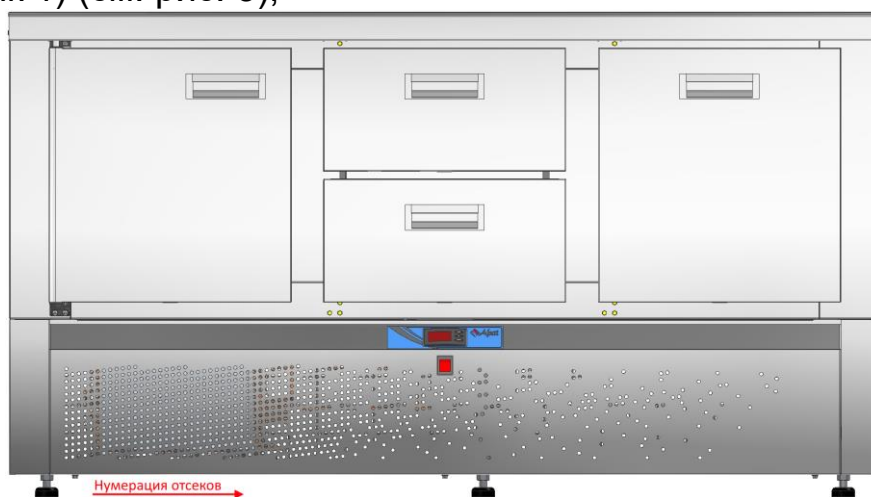

Рис. 3 CXC-60H-02, CXC-70H-02
- стол холодильный среднетемпературный с нижним расположением агрегата CXC-60H-02, CXC-70H-02 столешница нерж. 202 без борта (дверь, ящик 1/2, ящик 1) (см. рис. 3);